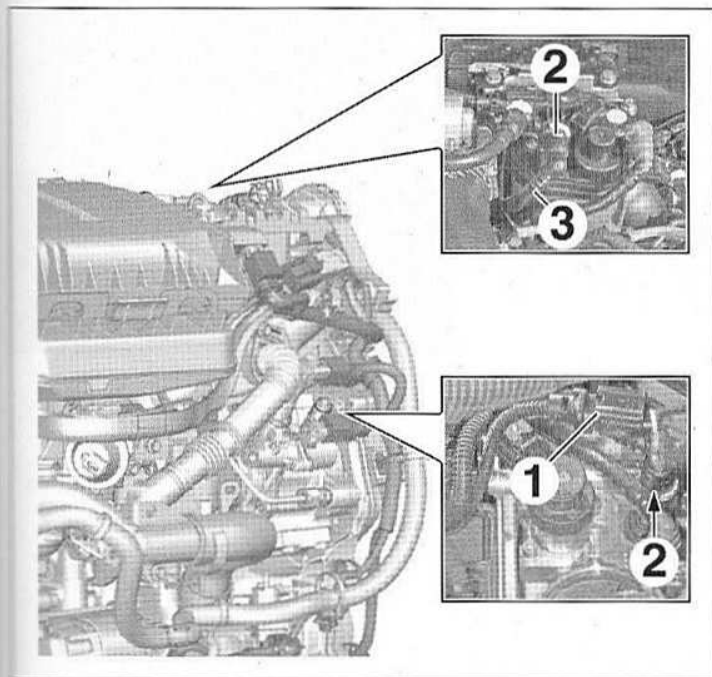

FIG.71
- Débrancher (Fig.71) :
- le connecteur (1),
- les raccords (2).
- Dégrafer le conduit de carburant (3).